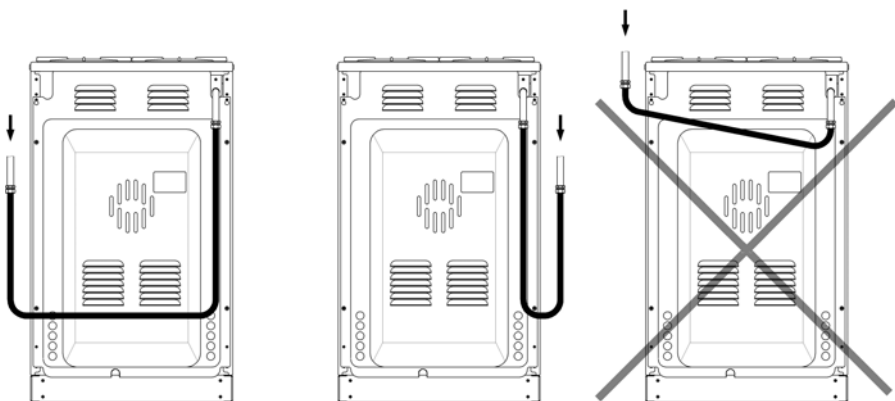

Рис. 2. Расположение гибкого шланга
- гибкий присоединительный шланг не должен проходить в зоне высокого нагрева и касаться задней стенки плиты (Рис. 2);
⚠ Внимание! После установки плиты на место обязательно проверьте положение гибкого шланга подвода газа и шнура питания (Рис. 2). Они не должны проходить над дымоходом и касаться задней стенки плиты. Во время работы духовки там возникает высокая температура, которая может их повредить.